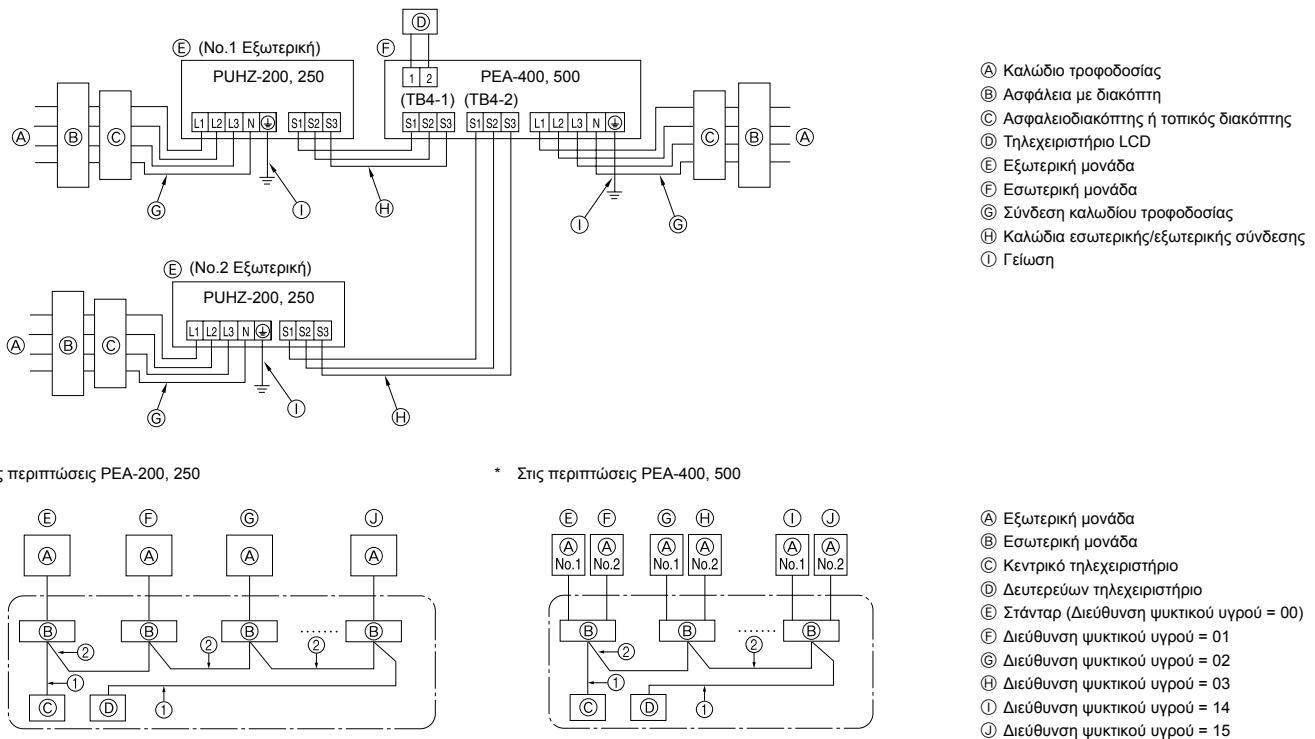

Fig. 6-2
6.1. Εξωτερική μονάδα (Fig. 6-1, Fig. 6-2)
(2) Συνδέστε τα καλώδια που αναφέρονται στην Fig. 6-1 και στην Fig. 6-2.